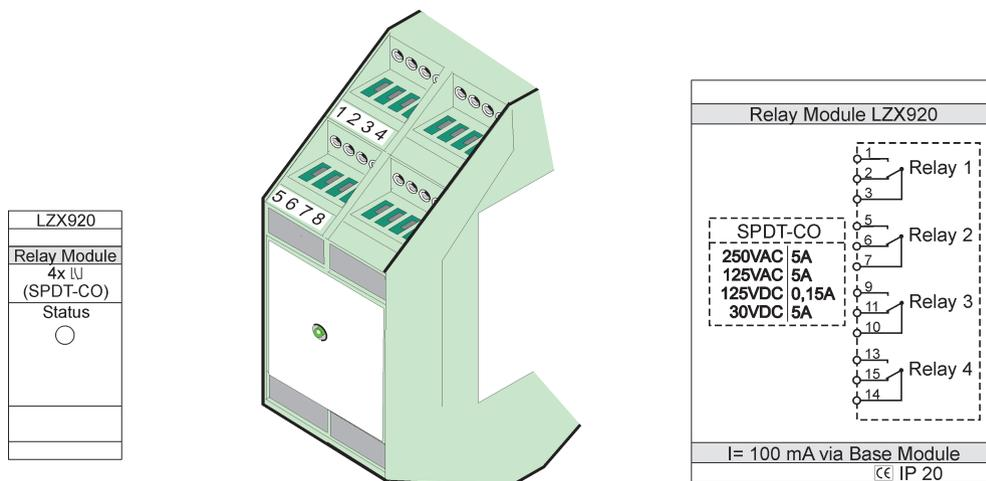

Figura 77 Módulo externo do relé
3. Faça as conexões adequadas conforme mostrado no Figura 77 e Tabela 50.